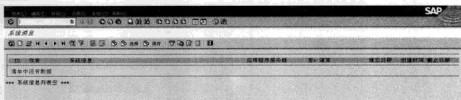

图 4-15 “系统消息”界面
STEP 1 在命令栏中输入 SM02 命令, 弹出“系统消息”界面, 如图 4-15 所示。